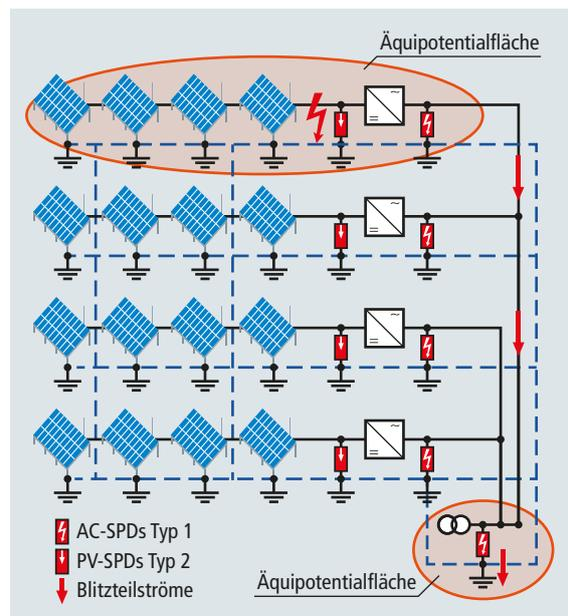

Bild 11 Blitzstromverteilung bei PV-Freiflächenanlage mit Stringwechselrichter
Im Beiblatt 5 wird erläutert, dass abhängig von der energietechnischen Verkabelung (String- oder als Zentralwechselrichter) die Blitzstromverteilung beeinflusst wird. Ergänzend zum Beiblatt 5 zeigt **Bild 11** die beispielhafte Darstellung der Blitzstromverteilung bei Stringwechselrichtern. Auch bei Stringwechselrichtern wirkt die energietechnische Verkabelung als Potentialausgleichsleiter zwischen dem „lokalen“ Erdpotential des Modulfelds, in dem der Blitzeinschlag erfolgte, und der „fernen“ Äquipotentialfläche des Einspeisetransformators. Der Unterschied zur Anlage mit Zentralwechselrichter liegt nur darin, dass bei Anlagen mit Stringwechselrichtern die Blitzteilströme auf den AC-Leitungen fließen. Dementsprechend sind Typ 1 SPDs auf der AC-Seite der Stringwechselrichter und der Niederspannungsseite des Einspeisetransformators zu installieren. Das Mindestableitvermögen von Typ 1 SPDs ist, abhängig von der SPD-Technologie, in **Tabelle 1** aufgeführt. Auf der DC-Seite der Stringwechselrichter sind Typ 2 SPDs wie z. B. DEHNguard M YPV 1500 FM ausreichend. Dieser Ableiter ist in 2 Varianten für Systemspannungen $\leq 1170\text{V}$ und $\leq 1500\text{V}$ erhältlich. Die Stringwechselrichter und das damit verbundene Modulfeld bilden bei entsprechend nach Beiblatt 5 ausgeführtem Erdungssystem eine lokale Äquipotentialfläche, sodass auf der DC-Verkabelung keine Blitzströme zu erwarten sind, sondern die Ableiter im Wesentlichen induzierte Störimpulse begrenzen. Sie übernehmen damit auch den Überspannungsschutz der Module in räumlicher Nähe. In sogenannten AC-Sammelverteilern werden mehrere Wechselstrom-Ausgänge dieser Outdoor-Wechselrichter zusammengefasst und zwischengeschaltet. Werden dort Überspannungsschutzgeräte vom Typ 1, beispielsweise DEHNshield ... 255 (FM), eingesetzt, schützen diese alle Wechselrichterausgänge in einer Entfernung bis zu 10 m (leitungsgebunden). Die weitere AC-Feldverkabelung wird im Betriebsgebäude zusammengeführt. Der leistungsfähige Typ 1 + Typ 2 Kombi-Ableiter DEHNventil schützt an diesem Knotenpunkt die geforderten elektrischen Ausrüstungen für den Netzübergabepunkt. Weitere Betriebseinrichtungen wie NA-Schutz, Alarmzentrale oder Web-Server, die weniger als 10 m (leitungsgebunden) von diesem SPD entfernt sind, werden bezüglich ihrer Netzversorgung ebenfalls geschützt (**Bild 12**).